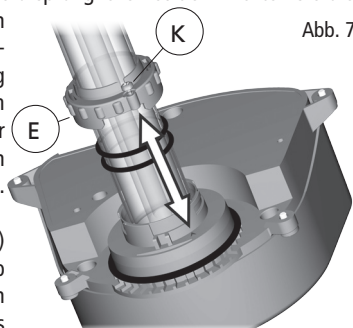
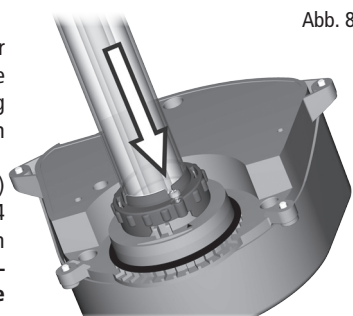
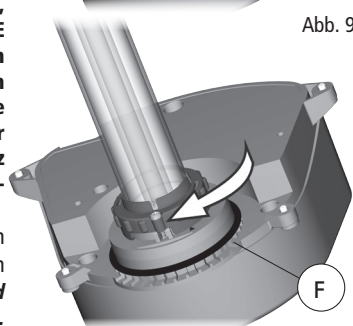

Abb. 7
Abb. 8
Abb. 9
- Nun können Sie, wenn nötig, die Quarzröhre (C) reinigen. **Für die Reinigung der Quarzröhre benutzen Sie einfach einen feuchten, weichen Lappen, um Kalk und Ablagerungen zu entfernen. Gegen hartnäckigen Schmutz können Sie auch ein wenig Essig benutzen. Benutzen Sie keinerlei Reinigungsmittel oder andere chemische Reiniger. Wenn es nicht nötig ist, die UV-C-Lampe zu wechseln, gehen Sie jetzt weiter zu Punkt 10.**
- Um an die UV-C-Lampe (B) heranzukommen, entfernen Sie die Quarzröhre (C), indem Sie zuerst die 2 Schrauben (K) des Rückhalterings (E), die ihn an dem UV-C Kopf befestigen, mit ungefähr 3 Umdrehungen lösen. Danach drehen Sie den Rückhaltering um ungefähr 30° gegen den Uhrzeigersinn, bis die Schraube in einer Linie mit dem Pfeil auf dem UV-C-Kopf ausgerichtet ist. Ziehen Sie dann, um ihn abzunehmen. **Wichtig:** Der Rückhaltering ist mit Sicherheitsschrauben ausgerüstet. Aus diesem Grund müssen Sie die Schrauben nicht vollständig abdrehen. Drehen Sie die Schrauben so weit, bis der Rückhaltering so locker sitzt, dass er gedreht und abgenommen werden kann.
- Sobald die Quarzröhre entfernt ist, ziehen Sie die UV-C-Lampe (B) aus der Lampenfassung (wenn es sich nicht um die erste Inbetriebnahme handelt) und erneuern Sie sie. **WARNUNG: VERSUCHEN SIE NICHT DIE LAMPE ZU ÜBERPRÜFEN, WENN SIE ERLEUCHTET IST!** Bei direkter Einwirkung von ultraviolettem Licht können Augen und Haut verletzt werden. Überprüfen Sie die UV-C Lampe nicht, bevor der Filter nicht vollständig aufgebaut ist. **WICHTIG** – Benutzen Sie ausschließlich die originalen Laguna Ersatzteile. Auf der Ersatzteilliste können Sie die genauen Kennnummern der Ersatzteile erkennen.
- Setzen Sie die Quarzröhre (C) und die **zwei** O-Ringe (D) wieder an ihre ursprüngliche Position. Es ist empfehlenswert, die O-Ringe mit einem geeigneten Schmiermittel einzufetten. **WICHTIG:** Der Lampendämpfer (Y) im Inneren der Quarzröhre muss zwischen der Lampe und dem Boden der Quarzröhre sitzen. Entfernen Sie ihn nicht. **WICHTIG: Die beiden O-Ringe (D) der Quarzröhre (C) müssen jedes Mal erneuert werden, wenn die Einheit geöffnet wird.**
- Setzen Sie den Rückhaltering (E) an seine ursprüngliche Position. Richten Sie die Schraube zu dem Pfeil aus und drücken Sie den Rückhaltering in Richtung des UV-C-Kopfes. Drehen Sie den Rückhaltering dann um ungefähr 30 Grad im Uhrzeigersinn in die Richtung der Sicherheitsschraube (K) und ziehen Sie ihn mit den Sicherheitsschrauben fest. (Abb. 7 - Abb. 8 - Abb. 9).